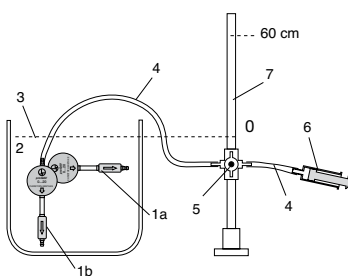

图20: 试验装置
- 正确安置水压计和水浴槽, 使水压计刻度的零点与水浴槽的液面处于相同的高度 (参见图20)。
- 将注射器、水压计和硅胶管彼此连接起来。必要时, 使用管道连接器 (参见图20)。